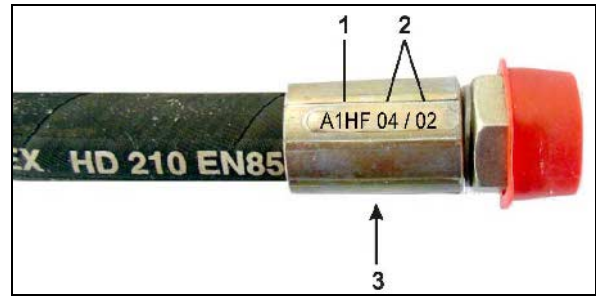

Fig. 133
1. Skru de to afskærmninger (Fig. 133/1) af på indersiden af bremsetromlen.
Indtrængende snavs kan sætte sig på bremsebelægningerne (Fig. 133/2), og det kan medføre væsentligt nedsat bremseevne.